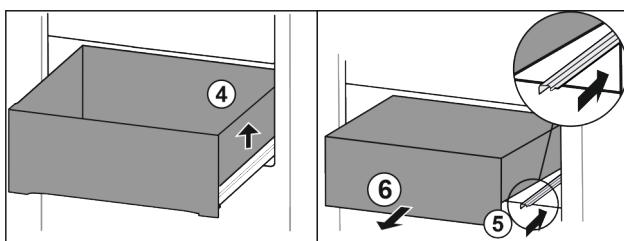

Fig. 16
- Nadvihnite zásuvku doprava. Fig. 16 (4)
- Zasuňte pravú koľajničku. Fig. 16 (5)
- Odoberte zásuvku dopredu. Fig. 16 (6)